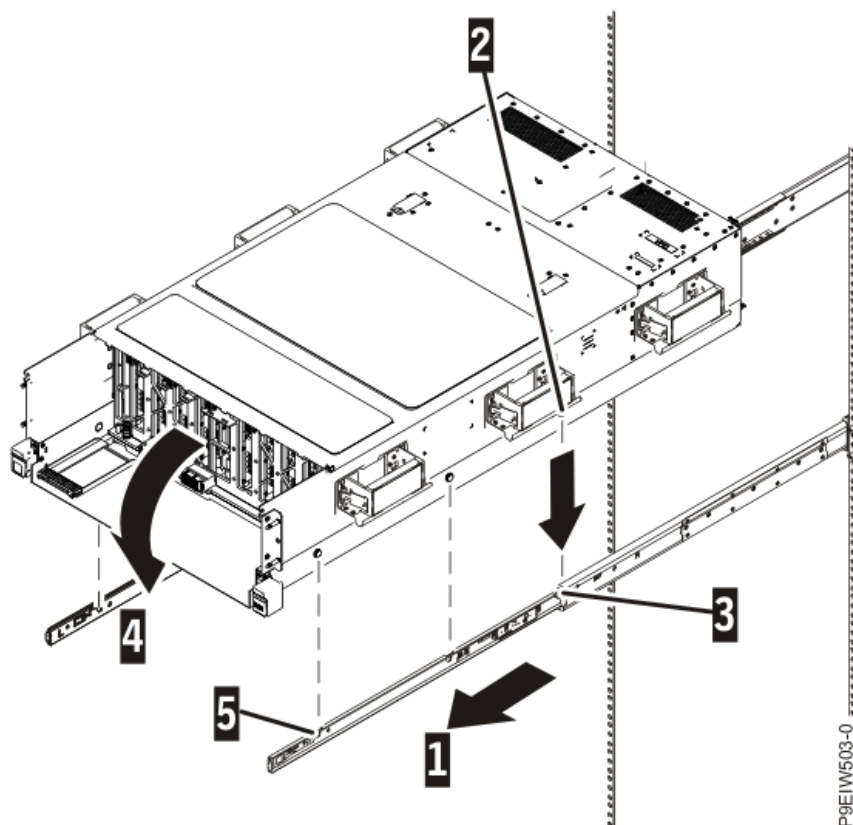

图 12 将服务器安装到导轨上
1. 如图 12 所示拉出导轨(1)。
4. 将服务器的前部倾斜，以便后部机箱销（2）插入导轨（3）上的后孔，如图 12 所示。
- a. 在导轨的右侧，拉动标记为 R (A) 的蓝色门锁。